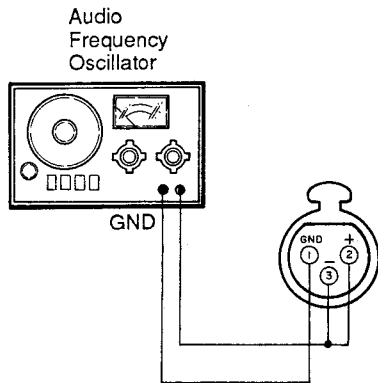
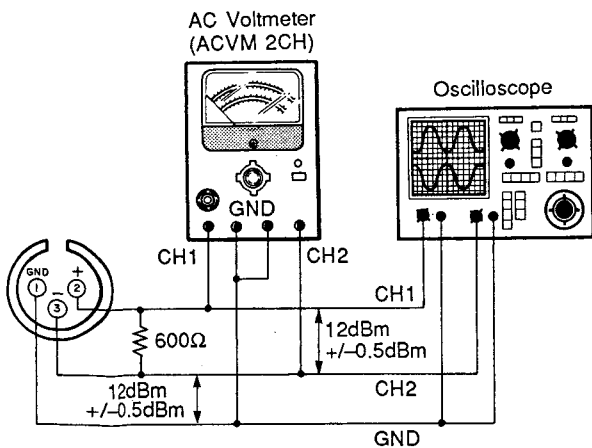

Fig. 13
Fig. 14
- ① Switch off the YPDR601 and the RC601.
- ② Set the SW1001 switch on the System Control circuit board to the OFF (NORMAL MODE) position.
- ③ Switch on the YPDR601 and the RC601.
- ① Short the hot and cold terminals (pins 2 and 3) of the Left channel ANALOG IN connector (XLR-3-31). Apply a 1.5KHz, 15dB (4.35Vrms) sine wave signal to this input (refer to figure 13).
- ② Adjust VR703 so that the TP700 signal is minimized.
- ③ Repeat above items 1 and 2 for the Right channel adjusting VR704 so that the TP701 signal is minimized.
- ① Place the test disc TX911730 (SONY YEDS-18) on the turntable and hold the disc in place with depressor weight.
- ② Make a dummy load by attaching a 600 ohm resistor between the hot and cold terminals (pins 2 and 3) of a female XLR connector as shown in the figure 14.
- ③ Insert the dummy load into the Left channel ANALOG OUT connector.
- ④ Play track number 2 (1KHz, 0dB).
- ⑤ Adjust the output level with VR702 for Left channel.
- ① Lchのアナログイン(XLR-3-31)のホット(2ピン)とコールド(3ピン)の両端子をショートして、1 KHz 15dBs (4.35V)の正弦波の信号を入力する。(Fig.13)
- ② TP700の同相信号レベルが最小になるようにVR703を調整する。
- ③ 同様にRchのアナログイン(XLR-3-31)のホット(2ピン)とコールド(3ピン)の両端子をショートして、1 KHz 15dBs (4.35V)の正弦波の信号を入力する。(Fig.13)
- ④ TP701の同相信号レベルが最小になるようにVR704を調整する。
- ① テストディスクTX911730 (SONY YEDS-18) をセットしてディスク装着用重りて固定する。
この時、オシロスコープを接続すると出力信号のホット端子とコールド端子では位相が180°反転していることが確認出来る。(Fig.14)